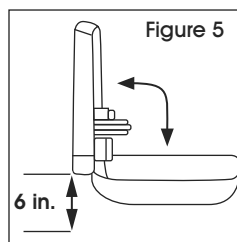

Figure 5
1. Installez le distributeur à au moins 15,2 cm (6 po) au-dessus du comptoir. (Voir Figure 5)